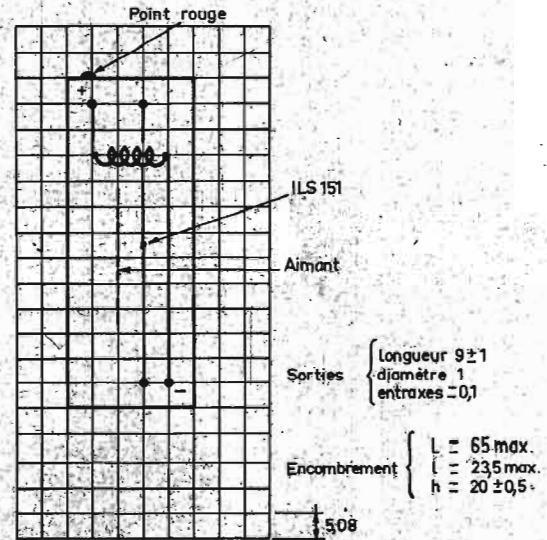

FIG. 4. - Brochage, encadrement et implantation du RLS 151 R06 202.
- Brochage et encombrement : figure 4.